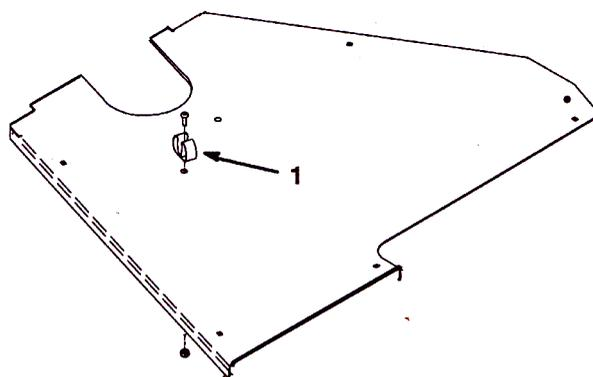

図12
17. パン・ヘッド・ネジ (#8 x 1/2 in.) とナット (#8) を使って、カバーに開けたそれぞれの穴にスプリング・クリップ (図12) を取り付けます。